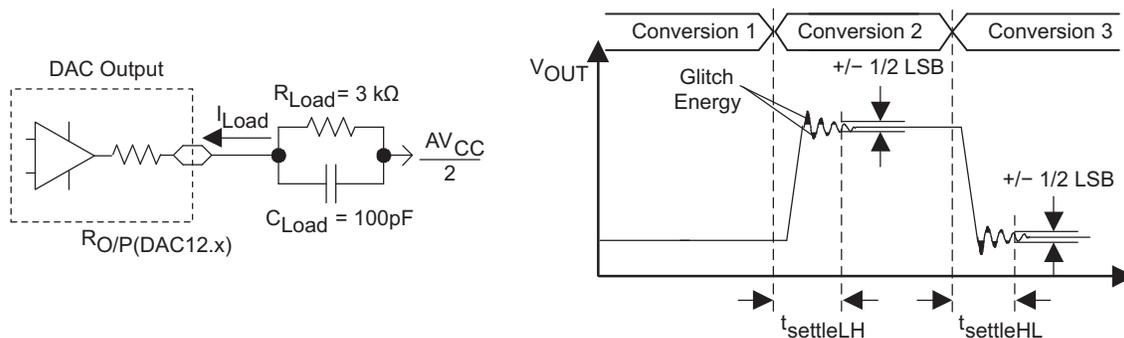
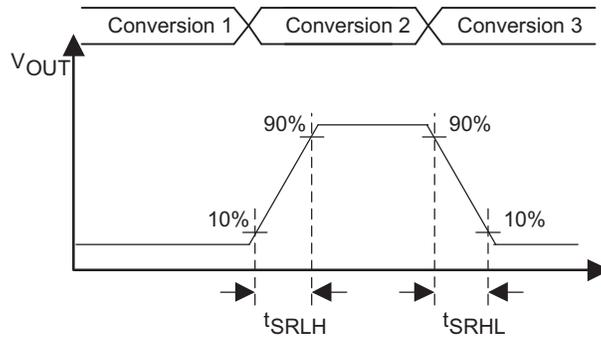

图 45. 稳定时间和毛刺脉冲能力测试
图 46. 转换率测试
$V_{REF} = V_{CC}$ ,  $DAC12IR = 1$  (请见图 45 和 图 46), 在推荐的电源电压范围及自然通风条件下的工作温度范围内 (除非另有说明)
(1) 在图 45 中,  $R_{负载}$  和  $C_{负载}$  被连接至  $AV_{SS}$  (而非  $AV_{CC}/2$ )。
(2) 应用到输出电压阶跃的转换率  $\geq 200\text{mV}$ 。